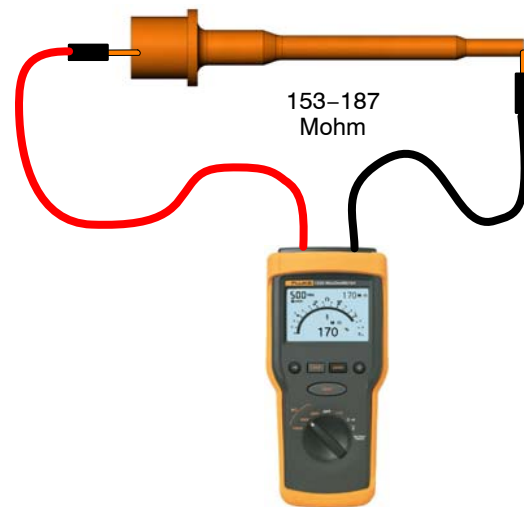

Bild 14 Test av motståndet
2. Se bild 14. Anslut megaohmmeterens probar till motståndets kontaktfjäder och elektrodens kontaktfjäder.